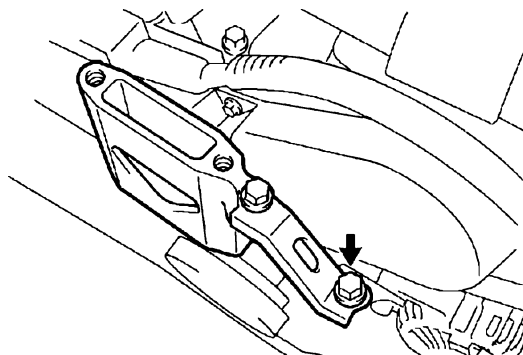

图 24-4 拆卸右侧发动机安装支柱
- 6) 按照图 24-4 所示, 拆卸右侧发动机安装支柱。